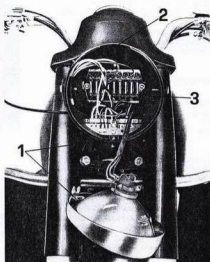

Abb. 115
VORDERER SCHEINWERFER (s. Abb. 115)
SICHERUNGEN (s. 3 aus Abb. 115)
Die Austauschsicherungen müssen eine Stärke von 25 Ampere haben. Die Sicherungen befinden sich im Klemmkasten des Scheinwerfers, um sie zugänglich zu machen, muß die Halteschraube für den Haltering der optischen Gruppe gelöst werden und der Klemmkasten aus der oberen Öse (2) genommen werden (s. Abb. 115).